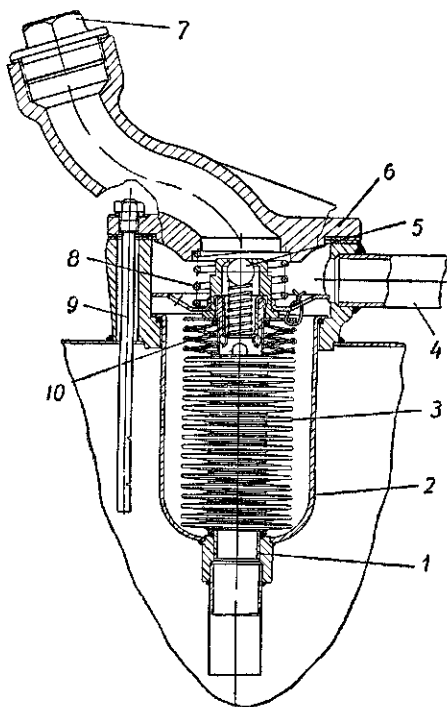

Рис. 49. Фильтр масляного бака гидравлической системы:
3. Масляный бак для хранения рабочей жидкости гидросистемы с фильтром для непрерывной очистки масла (рис. 49), поступающего в него от распределителя.